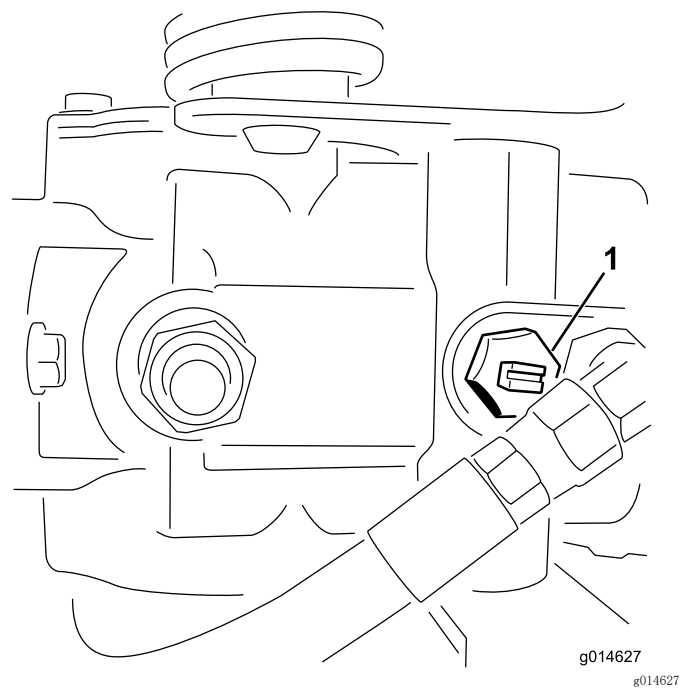

图24
1. 找到并旋转泵上的旁通阀，使槽处于垂直位置（图 24）。
2. 启动发动机之前，旋转旁通阀、使槽处于水平位置、这样就可以关闭旁通阀（图24）。